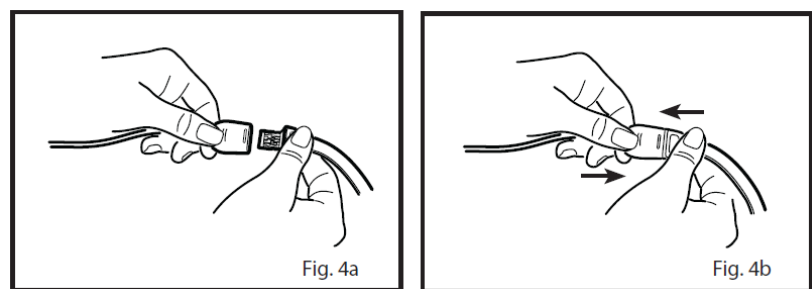

Fig. 26 Collegamento del cavo paziente RD SET al sensore RD SET
- 1 Fare riferimento alle Fig. 4a nella Fig. 26: Allineare la striscia di connessione del sensore in modo che il lato con i contatti "lucidi" sia rivolto verso l'alto. Allineare il cavo del paziente con la barra dei colori e i profili delle dita rivolti verso l'alto.
- 2 Fare riferimento alle Fig. 4b nella Fig. 26: Inserire il connettore piatto del sensore nel cavo del paziente fino a quando non scatta in posizione in modo percettibile. Tirare delicatamente la spina e il cavo per assicurarsi che siano collegati saldamente. Se necessario, il cavo può essere fissato al paziente con nastro adesivo.